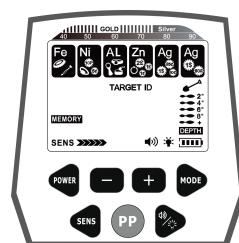

Abb.11
- Drücken Sie die MODE-Taste erneut, und der MEMORY-Cursor leuchtet auf. Der Zielunterscheidungscursor leuchtet ebenfalls auf. (siehe Abb.11)
- e. Wenn Sie nach anderen Metallen suchen möchten, drücken Sie erneut die Taste "MODE". Der MEMORY-Cursor leuchtet immer noch auf und zeigt dasselbe an wie in Abb.11. Wiederholen Sie dann den obigen Vorgang.
- f. Um den MEMORY-Modus zu verlassen, drücken Sie die MODE-Taste, wodurch der Detektor in den Zustand von Abb.11 zurückkehrt. Drücken Sie dann erneut die MODE-Taste, um den MEMORY-Modus zu verlassen und in den nächsten Betriebsmodus zu gelangen.